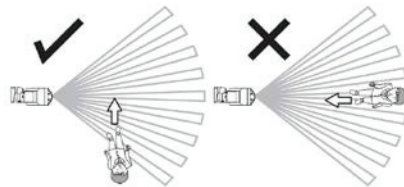

Abb. 2
- Denken Sie bei der Auswahl des Installationsortes daran, dass eine Bewegung am besten erfasst werden kann, wenn sich die Erfassungsbereiche überschneiden (Abb. 2).